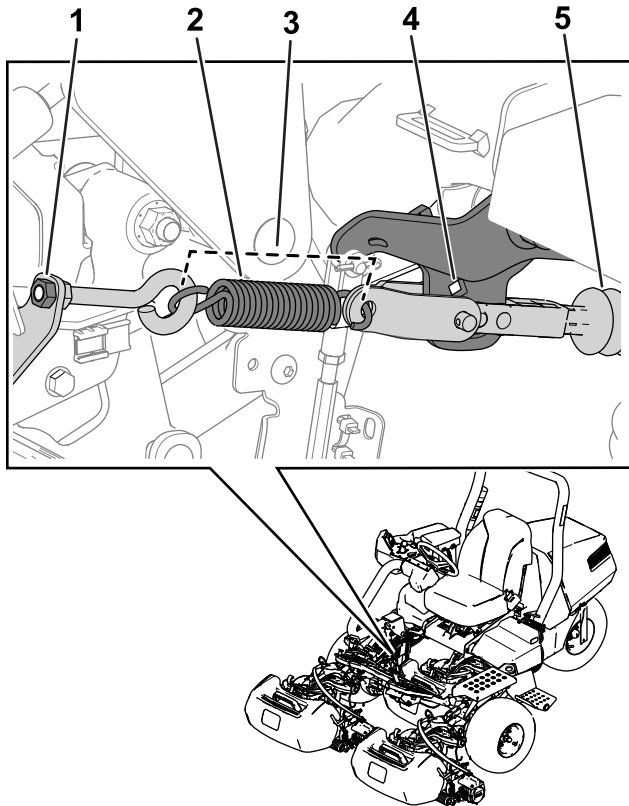

Figura 38
Nota: Consulte la Figura 38 para conocer el procedimiento.
5. Alivie la tensión del muelle aflojando la tuerca que sujeta el cáncamo al soporte del muelle (Figura 38).
3. Instale el muelle según se muestra en Figura 38.
4. Apriete la tuerca del cáncamo, de modo que la longitud del muelle sea de 11,4 cm cuando se instale (Figura 38).